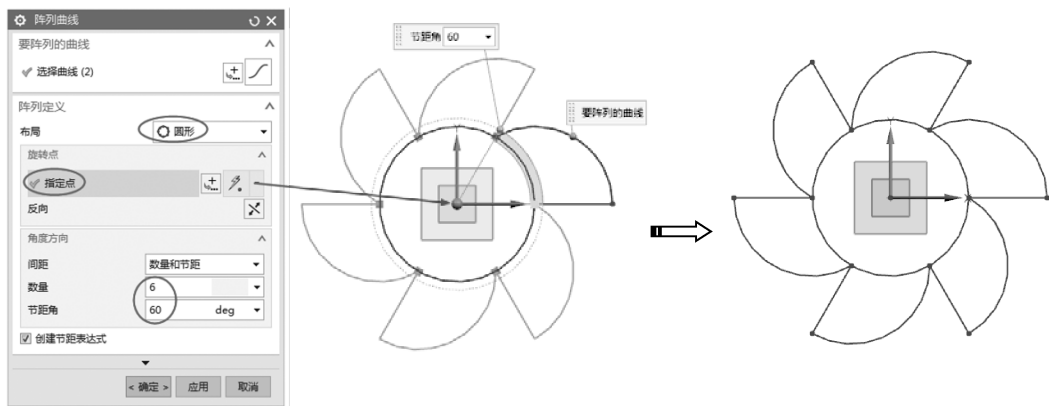

图 2-44 阵列曲线
- 08 在【曲线】组中单击【阵列曲线】按钮，弹出【阵列曲线】对话框，在对话框中，设置圆形布局及其阵列参数，单击【确定】按钮完成阵列，如图 2-44 所示。